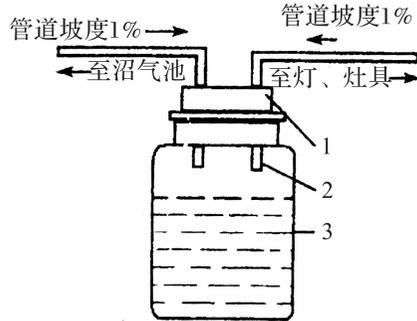

图 7-4 手动排水集水器
**1. 手动排水集水器** 取一个磨口玻璃瓶和一个合适的胶皮塞，在塞上打两个孔，孔内插入两根内径为6~8毫米的玻璃弯管，把胶塞塞紧玻璃瓶。两弯管水平端分别与输气管连接（图7-4），当冷凝水高度接近弯管下口时，揭开瓶塞，将水倒出。